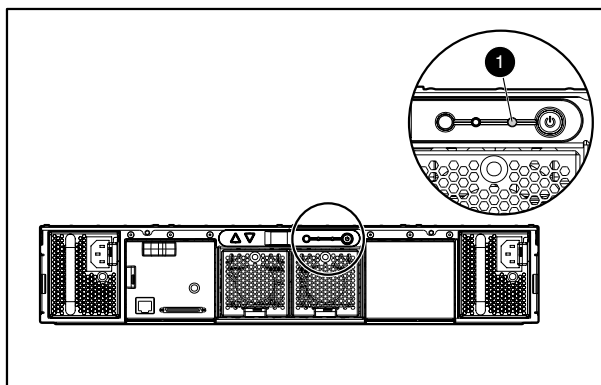

Figure 2 Storingslampje op de enclosure van de MSA20
- Controleer op een MSA20 het controlelampje van de enclosure. Zie Figure 2. Het lampje moet geel zijn.